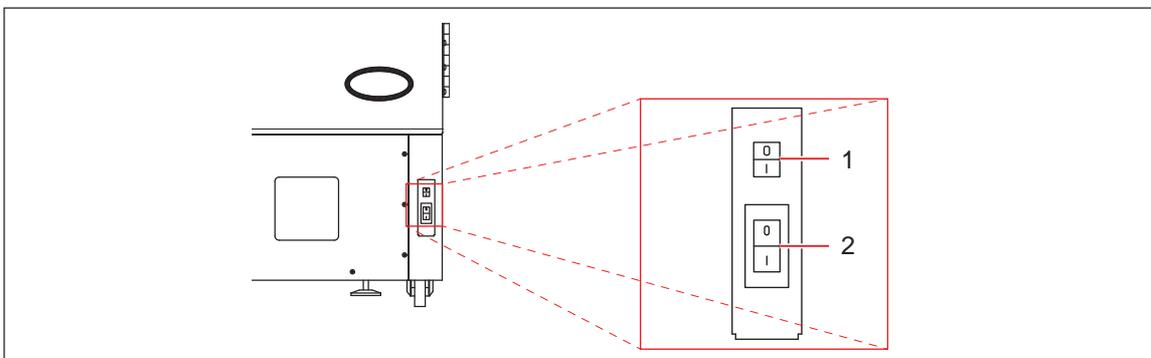
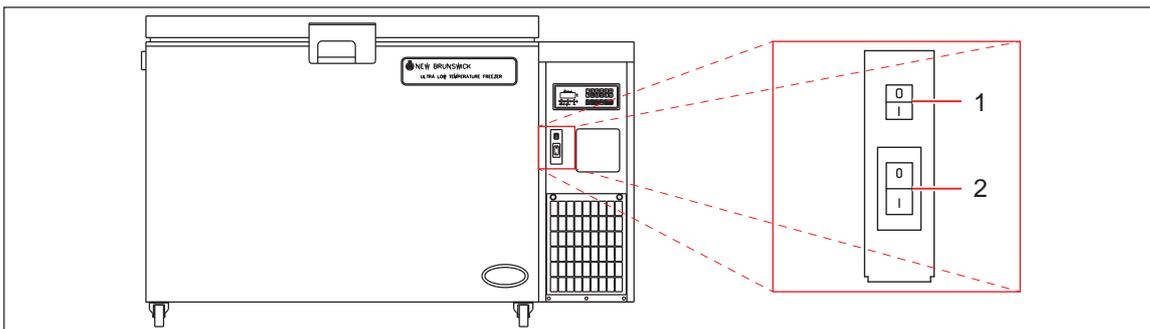

Fig. 6-1: Emplacement des commutateurs sur congélateurs verticaux
Fig. 6-2: Emplacement des commutateurs sur congélateurs coffres
A la livraison, la batterie de l'appareil est désactivée. L'alarme de Coupure de Courant est activée par l'interrupteur à bascule dans le panneau verrouillable situé dans l'angle inférieur droit. Le commutateur est pourvu des étiquettes **I (ON)** et **O (OFF)** (voir Fig. 6-1 à la page 26) et (Fig. 6-2 à la page 26).